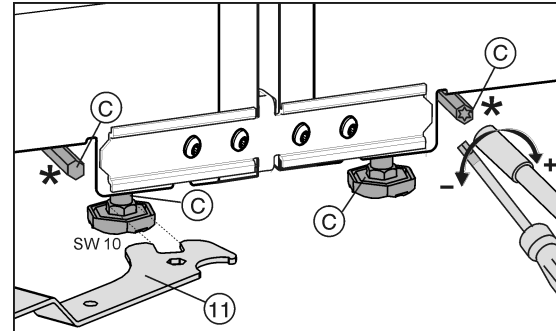

Fig. 25
Les pieds de réglage avants peuvent être réajustés avec la clé à fourche *Fig. 25 (11)* fournie; les pieds de réglage arrières avec un embout 1/4".